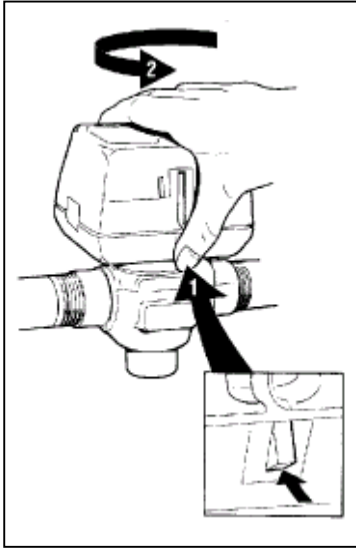

Fig. 12 Mecanismul de blocare
- Capul cu servomotor se blochează automat pe ventil (a se vedea fig. 12). Pentru a-l scoate, ridicați mecanismul de blocare plasat imediat sub maneta roșie de deschidere. Apăsați manual capul cu servomotor în jos spre ventil, folosind o forță moderată, și simultan rotiți-l în sens antiorar cu 1/8 ture (45 de grade). Ridicați capul cu servomotor de pe corpul ventilului.